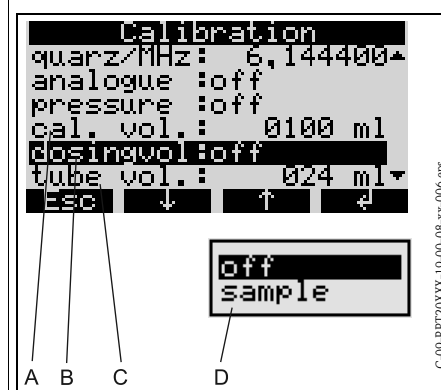

Fig. 19: Menu TARATURA
4. Selezionare il menu TARATURA sul controllore ( => Fig. 19; sequenza di selezione: CONFIGURAZIONE - SERVIZIO - TARATURA).
5. Immettere il volume di taratura richiesto in corrispondenza dell'opzione di menu VOL. TAR. ( => Fig. 19, pos. A).
6. Selezionare l'opzione di menu "VOL. DOSAGGIO" ( => Fig. 19, pos. B).
7. Avviare una sequenza di campionamento selezionando la funzione CAMPIONE dall'elenco di selezione ( => Fig. 19, pos. D). Attendere che la sequenza di campionamento sia stata completata.